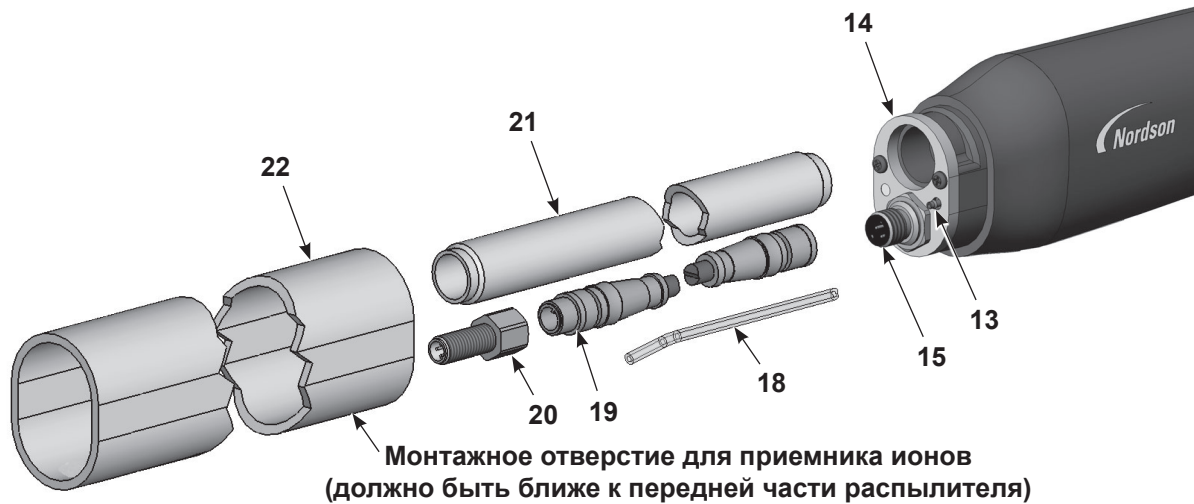
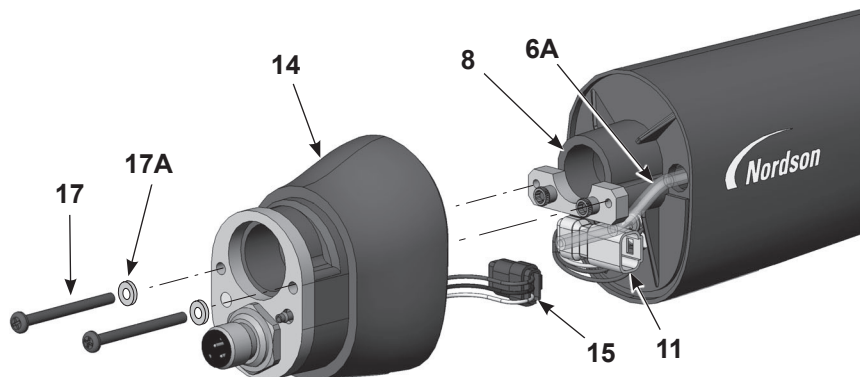
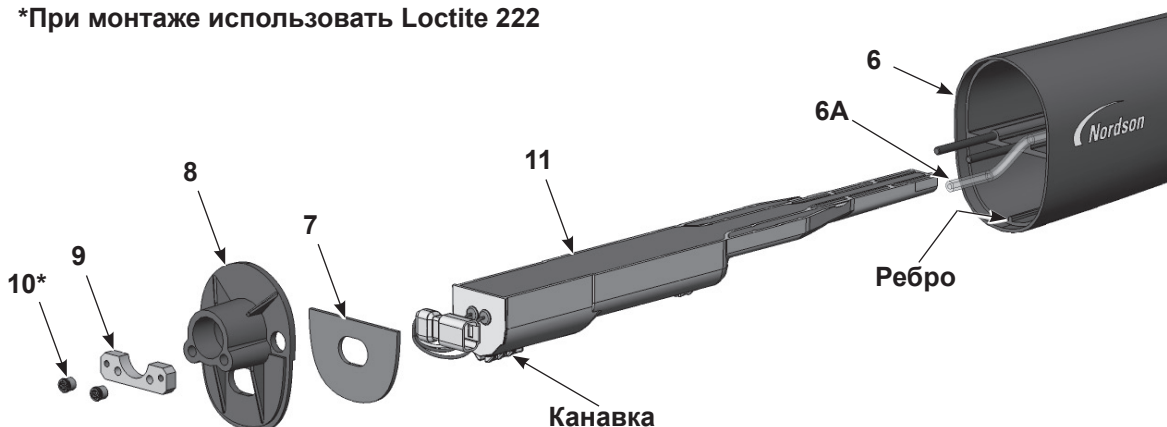

Рис. 18 Распылитель, монтируемый на трубке, разборка, 2 из 5
Рис. 19 Распылитель, монтируемый на трубке, разборка, 3 из 5
Рис. 20 Распылитель, монтируемый на трубке, разборка, 4 из 5
7. См. Рис. 18. Стянуть монтажную трубку (22) с узла заднего корпуса (14) поверх стяжной трубки (21).
9. Отсоединить удлинительный кабель (19) от жгута проводов гнезда (15).
10. Отсоединить бесцветную 4-мм воздушную трубку (18) от завершенного ниппеля (13).
11. Если удлинительный кабель будет заменен, снять гнездо кабеля (20). Если нет, оставить их соединенными.
12. См. Рис. 19. Вывернуть два винта с шестигранным шлицем (17) и снять стопорные шайбы (17А) с заднего корпуса распылителя (14).
13. Осторожно оттянуть задний корпус распылителя от перегородки (8) так, чтобы можно было отсоединить провода питания (11) от жгута проводов гнезда (15) и трубку узла фильтра (6А) от завершенного ниппеля внутри заднего корпуса.
14. См. Рис. 20. Ключом-шестигранником на 1/8" отвернуть две гайки с шестигранным шлицем (10) и снять пластину винтов (9) с перегородки (8). Затем снять перегородку с корпуса распылителя (6), пропуская провода питания сквозь перегородку.
15. Извлечь блок питания (11) из корпуса распылителя.
17. Прокладка (7) закреплена на перегородке с помощью контактного клея. Если прокладка повреждена, заменить ее на новую.
1. См. Рис. 20. Вставить блок питания (11) в корпус распылителя (6), убедившись, что ребро в корпусе вошло в канавку на блоке питания. Плотно посадить блок питания в корпус распылителя.
2. Пропустить провода питания сквозь перегородку (8), а затем поставить перегородку и пластину винтов (9) на шпильки корпуса распылителя. Нанести клей для резьбовой фиксатор Loctite 222 на гайки с шестигранным шлицем (10) и навернуть их на шпильки. Затянуть гайки моментом 0,45 Н•м (64 дюйм-унции) ключом-шестигранником на 1/8".
3. См. Рис. 19. Присоединить жгут проводов гнезда (15) к проводам питания (11). Вложить разъемы жгутов проводов (11, 15) в узел заднего корпуса в показанных положениях.
4. Присоединить трубку узла фильтра (6А) к завершенному ниппелю внутри заднего корпуса. Пропустить в корпус распылителя бесцветную воздушную трубку с небольшим запасом, а затем смонтировать на перегородке задний корпус, используя винты (17) и стопорные шайбы (17А).
5. См. Рис. 18. Ввернуть стяжную трубку (21) в задний корпус (14).
6. Присоединить удлинительный кабель (19) к жгуту проводов гнезда в узле заднего корпуса.
7. Присоединить бесцветную 4-мм трубку (18) к завершенному ниппелю узла заднего корпуса.
8. Повернуть монтажную трубку (22) так, чтобы отверстие приемника ионов было обращено вперед распылителя.